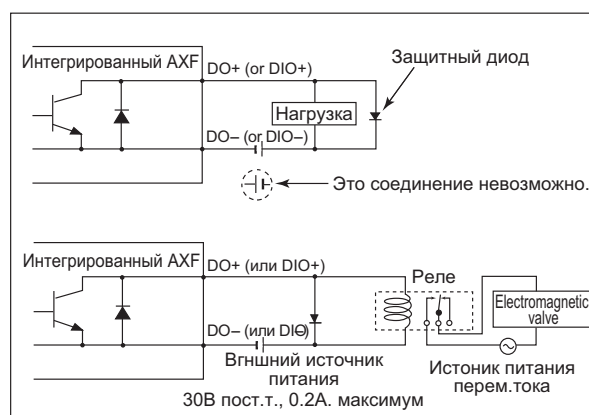

Рисунок 4.1.14 Подсоединение выхода состояния/ выхода сигнализации
- Этот выход не может переключаться на нагрузку переменного тока. Чтобы переключить на нагрузку переменного тока, необходимо вставить промежуточное реле, как показано на рис. 4.1.14.